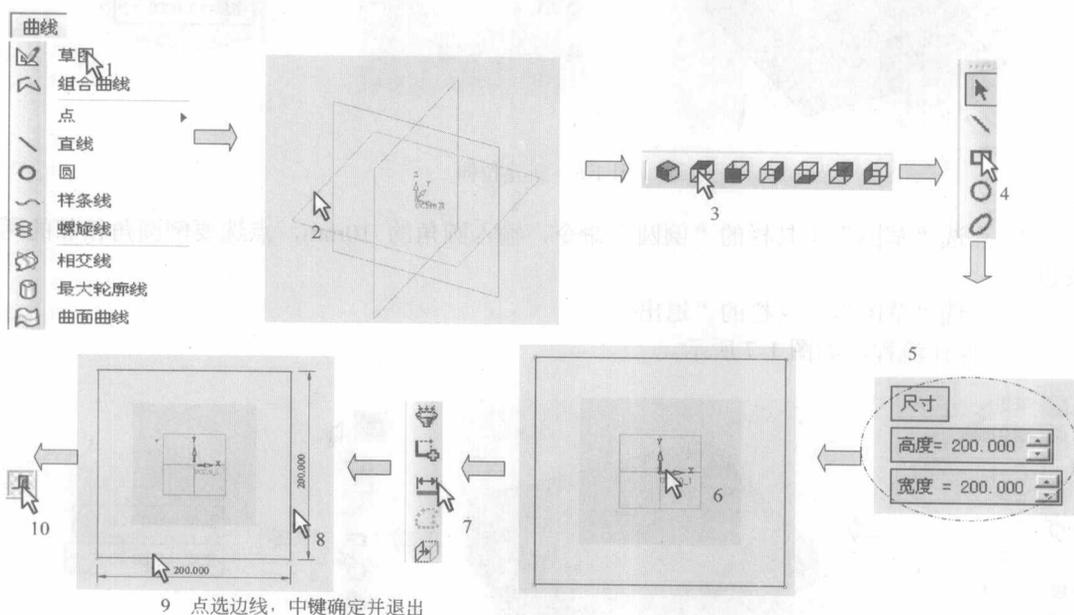

图 1-5 草图（一）
具体操作流程，如图 1-5 所示。
(2) 新建拉伸
① 在主菜单中选择“实体”→“新建”→“拉伸”。
② 点选图 1-5 中的草图。